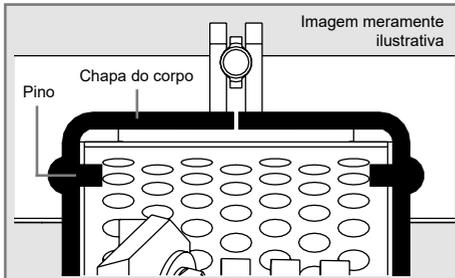
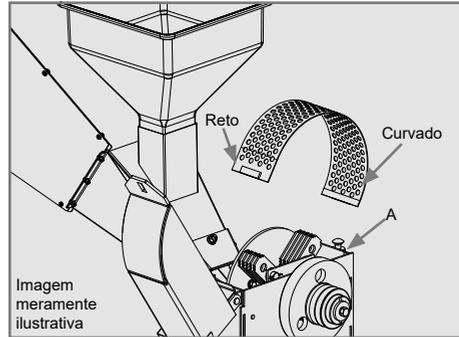

Figura 19
Figura 20
Para evitar acidentes com o triturador e mantê-lo em perfeitas condições de funcionamento, é necessário observar a montagem correta das peneiras. Com o triturador desligado o botão de emergência acionado e o conjunto de corte parado, as peneiras deverão ser montadas entre o pino e a chapa do corpo do triturador, conforme a Figura 19. Para efetuar a correta montagem, inicie pelo lado curvado da peneira, conforme Figura 20 e monte no corpo do triturador na posição (A) indicada na Figura 20 e 21. Caso não houver um perfeito assentamento das peneiras, pode ocorrer que ela seja tocada pelas facas e causar sérios danos ao triturador, ocasionando a perda da garantia.